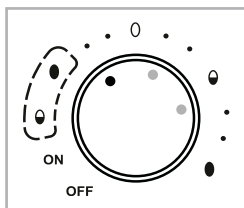

Fig. 2
- Selezionare il punto **di sinistra** di ciascun campo (vedere fig. 2) nei seguenti casi: